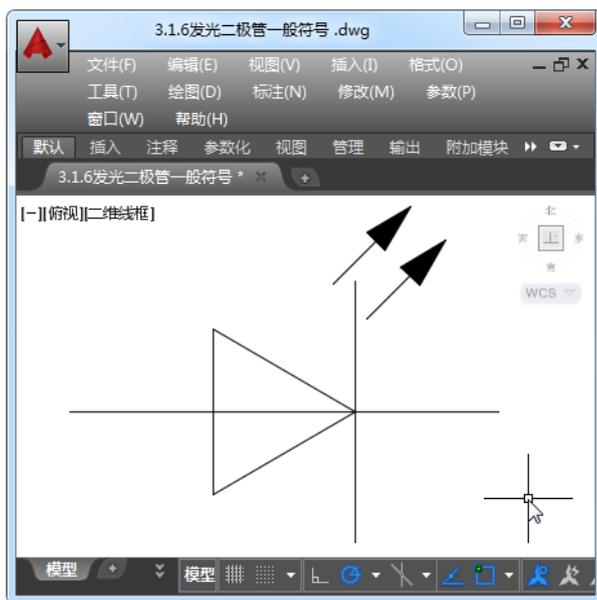

图 3-24 发光二极管(一般)符号
Step13: 继续执行【多段线】命令,按之前的操作,再绘制一个箭头,如图 3-24 所示。发光二极管(一般)符号绘制完成。